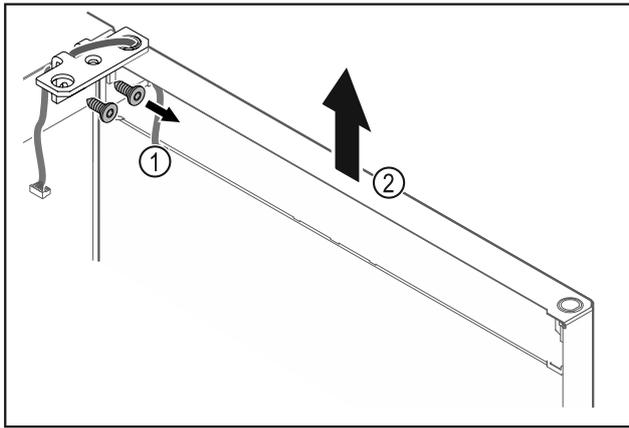

Fig. 27
- ▶ 拧下合页角铁 Fig. 27 (1)。
- ▶ 将冰箱门连同合页角铁一起笔直向上提升 Fig. 27 (2) 大约 200 mm 并取下。